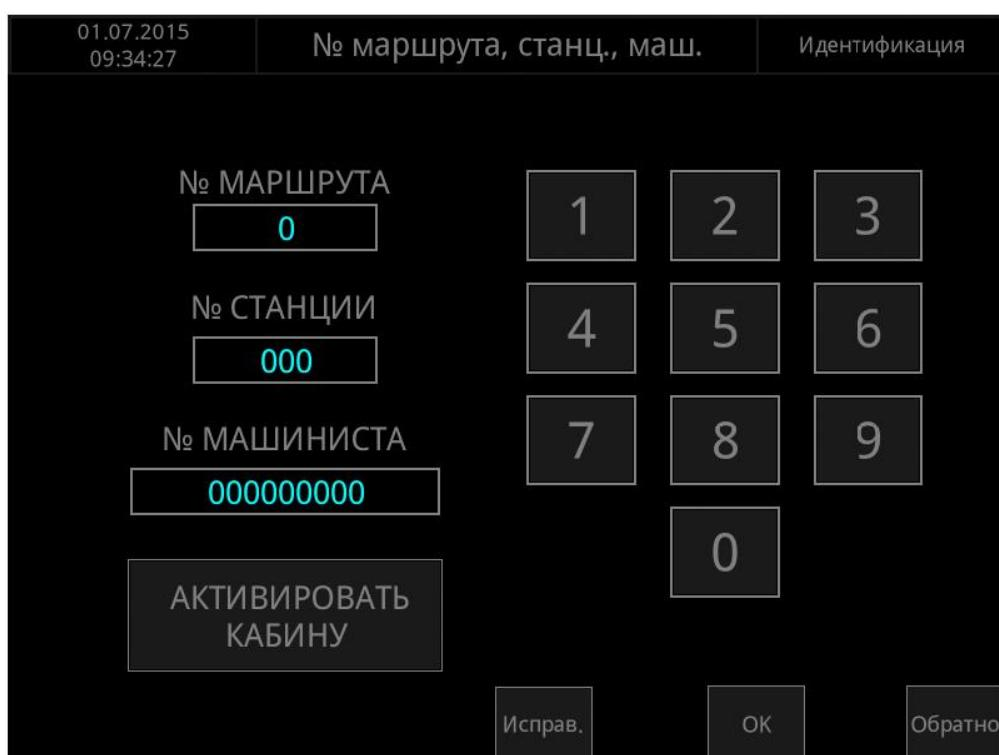

Рис.19
- нажать кнопку подменю «№ МАРШ. СТАН. МАШ.», появится экран «№ маршрута, станц., маш.», Рис.19;